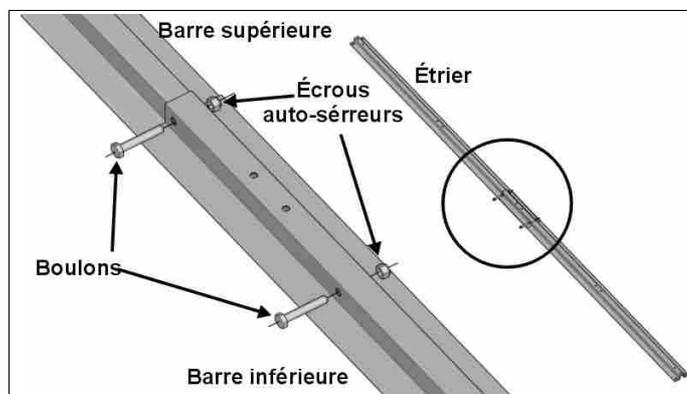

Fig. 7: Étriers de support
2. Il est recommandé d'utiliser des cartons ou tout autre matériel sur le sol comme base d'appui pour la préparation du tableau. Préparez deux étriers de montage pour chaque tableau en assemblant une barre supérieure (en "U" étroite) et une barre inférieure (en "U" large): introduisez la barre étroite sur celle large en alignant les trous de passage des boulons et serrez-les avec les boulons et les écrous auto-sérreurs (Fig. 7).